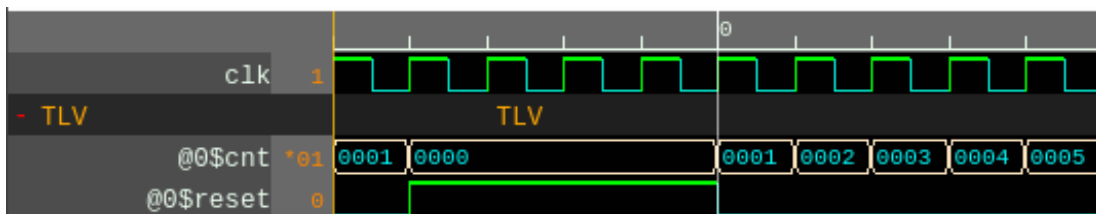

Рисунок 21 – Корректная осциллограмма схемы счетчика
3. Создайте однострочное выражение для этой схемы. Если форма итогового сигнала такая, как показано ниже (Рисунок 21), значит, все сделано правильно. Для справки ниже приведено выражение для схемы Фибоначчи: